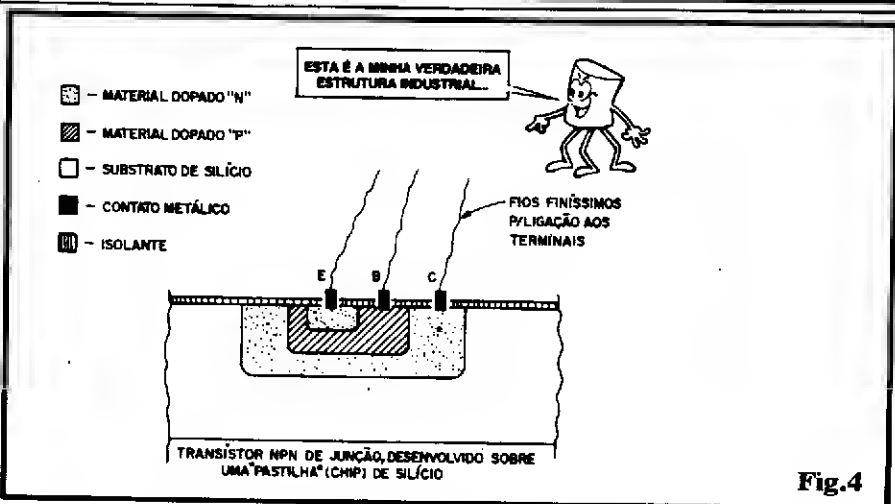

Fig.4
- FIG. 4 - Como é feito, industrialmente, um típico transistor bipo-